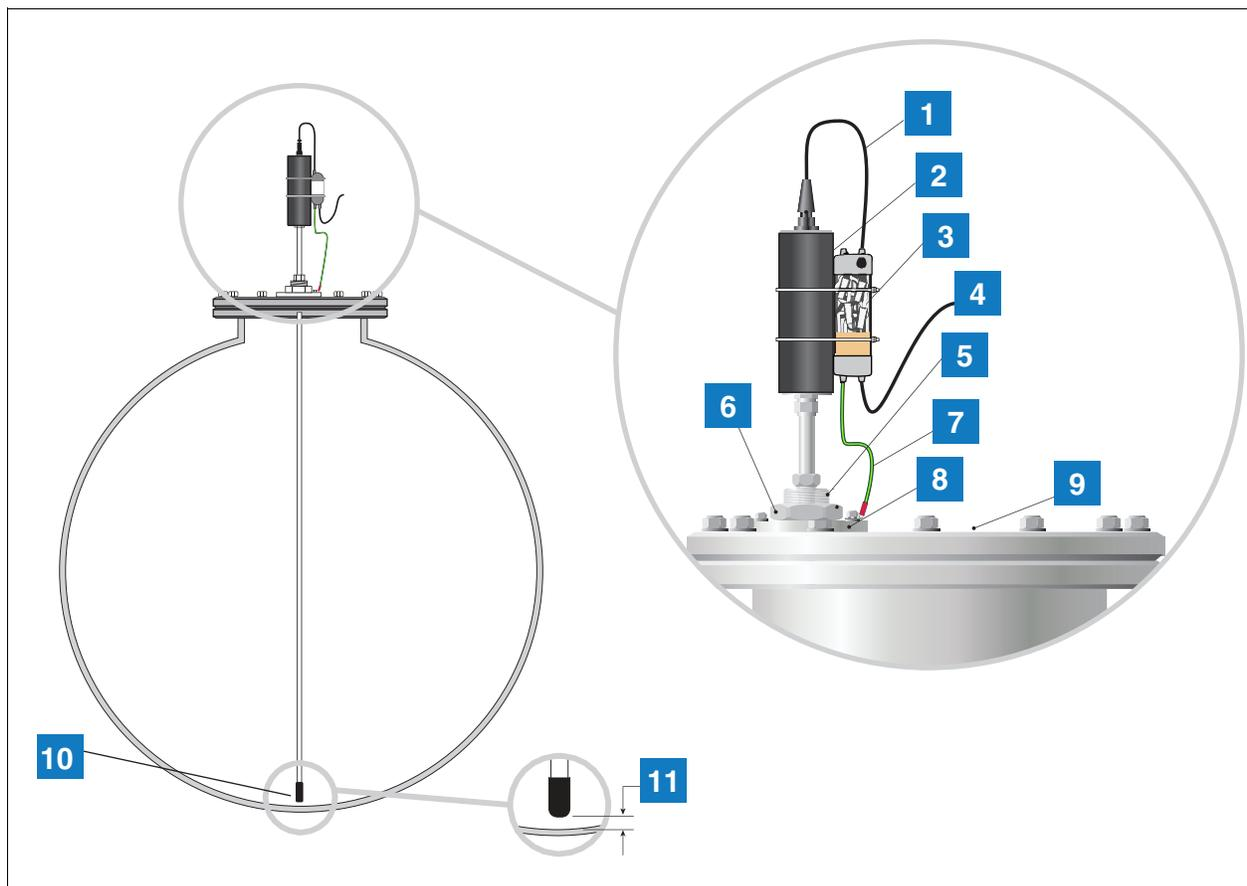

Figura 7. Zona 1 de Instalação de Sonda Mag com Ligação de Processo (Prensa Cabos)
Algumas instalações podem exigir uma disposição de montagem de sonda diferente, que consista numa ligação de processo (prensa cabos) montada diretamente na tampa do tanque, conforme apresentado na Figura 7. Deve ser utilizada uma ligação dedicada ou um flange adequado de ligação de polegada G2 com 11 roscas por polegada em conformidade com a norma DIN 2999 (BS2779). Antes de instalar ou reparar a Sonda Magnetostriativa, remova a alimentação de entrada de CA para a Consola TLS e verifique se a energia da consola está desligada. Durante a reparação, desligue o cabo de sonda e remova a sonda do tanque.
1. Observe Figura 7 para identificar o hardware necessário para concluir a instalação.
7. Ligue o cabo-piloto da sonda aos cabos de campo utilizando uma caixa de derivação resistente à intempérie ou um protetor de tensão elétrica de canal duplo opcional (P/N 848100-002), conforme demonstrado na Figura 7.
#### LEGENDA PARA CAIXAS NUMERADAS NA Figura 7